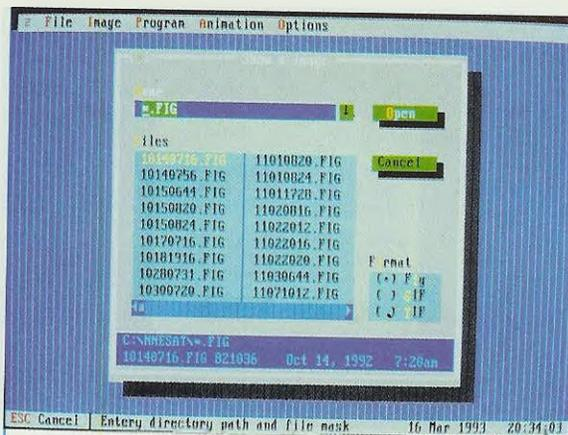

Fig.10 Premendo dal Menu Principale il tasto F3 potrete selezionare e rivedere tutte le immagini memorizzate.
**Show image F3** = Dando questo comando o premendo il tasto funzione **F3**, appariranno sul monitor i nomi dei file delle immagini. Questi nomi sono composti da un numero che decodificato da l'indicazione del **me - se - gior - no - ora - minuti** della memorizzazione (vedi fig. 10).
Sempre partendo dalla schermata del menu principale, potrete pigiare **F3** (si può entrare anche con **Alt I** poi **F3**) e vi apparirà la finestra di fig.10 con
Se invece premete il tasto **Tab** (tasto della Tabulazione), il cursore passerà nella riga **File**, che elenca tutte le immagini immagazzinate nella memoria (vedi fig. 10).